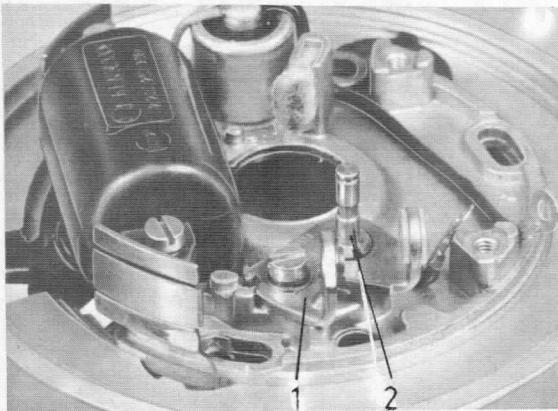

Bild 92
Zylinderschraube herausschrauben und Kontaktträger ( Bild 92, Pos. 1 ) abnehmen.
Lagerbolzen ( Bild 92, Pos. 2 ) prüfen, ggf. auswechseln. Versteimmung des Lagerbolzens an der Gewindeseite durch leichtes Ansenken beseitigen und Lagerbolzen herausschrauben.
- Neuen Lagerbolzen ( Bild 92, Pos. 2 ) nach dem Einschrauben am Gewinde mit Körner sichern.